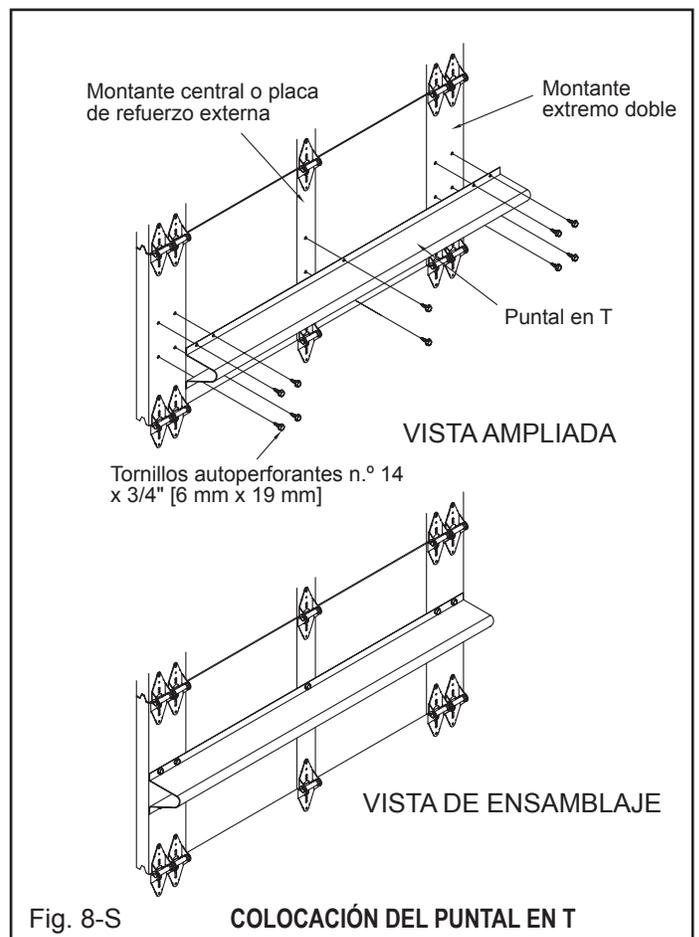

Fig. 8-S
Con la sección boca abajo sobre los caballetes de aserrar, coloque el puntal en T en la mitad de la sección y céntralo. (Fig. 8-S)
Paso 2: Instalar el riel vertical superior. Comience desde la parte superior de la puerta y conecte los rieles verticales superiores en los rieles verticales inferiores. Utilice los pernos de riel de 1/4" x 5/8" [6 mm x 16 mm] para colocar el riel superior en el inferior. Utilice tornillos gruesos para madera/tornillos para metal para colocar en la jamba en los ángulos de montaje. Coloque temporalmente las riostras para el riel superior. (Fig. 8-T)
Paso 3: Instalar el resorte. Instale las placas de cojinete de extremo como se muestra. (Fig. 8-T) Consulte la sección "Instalación del resorte" para obtener más instrucciones.